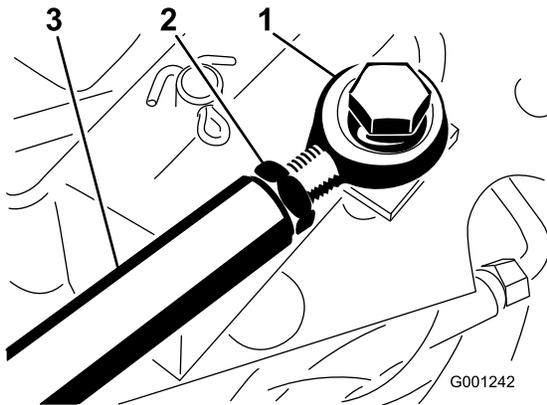

Figura 80
Per una maggiore regolazione, regolate l'asta della trazione (Figura 80) come segue.
2. Allentate il controdado che fissa l'estremità dell'asta all'asta della trazione (Figura 80).
4. Serrate il controdado (Figura 80) e fissate l'estremità dell'asta al pedale della trazione con il bullone e il dado rimossi per bloccare l'angolo del pedale.